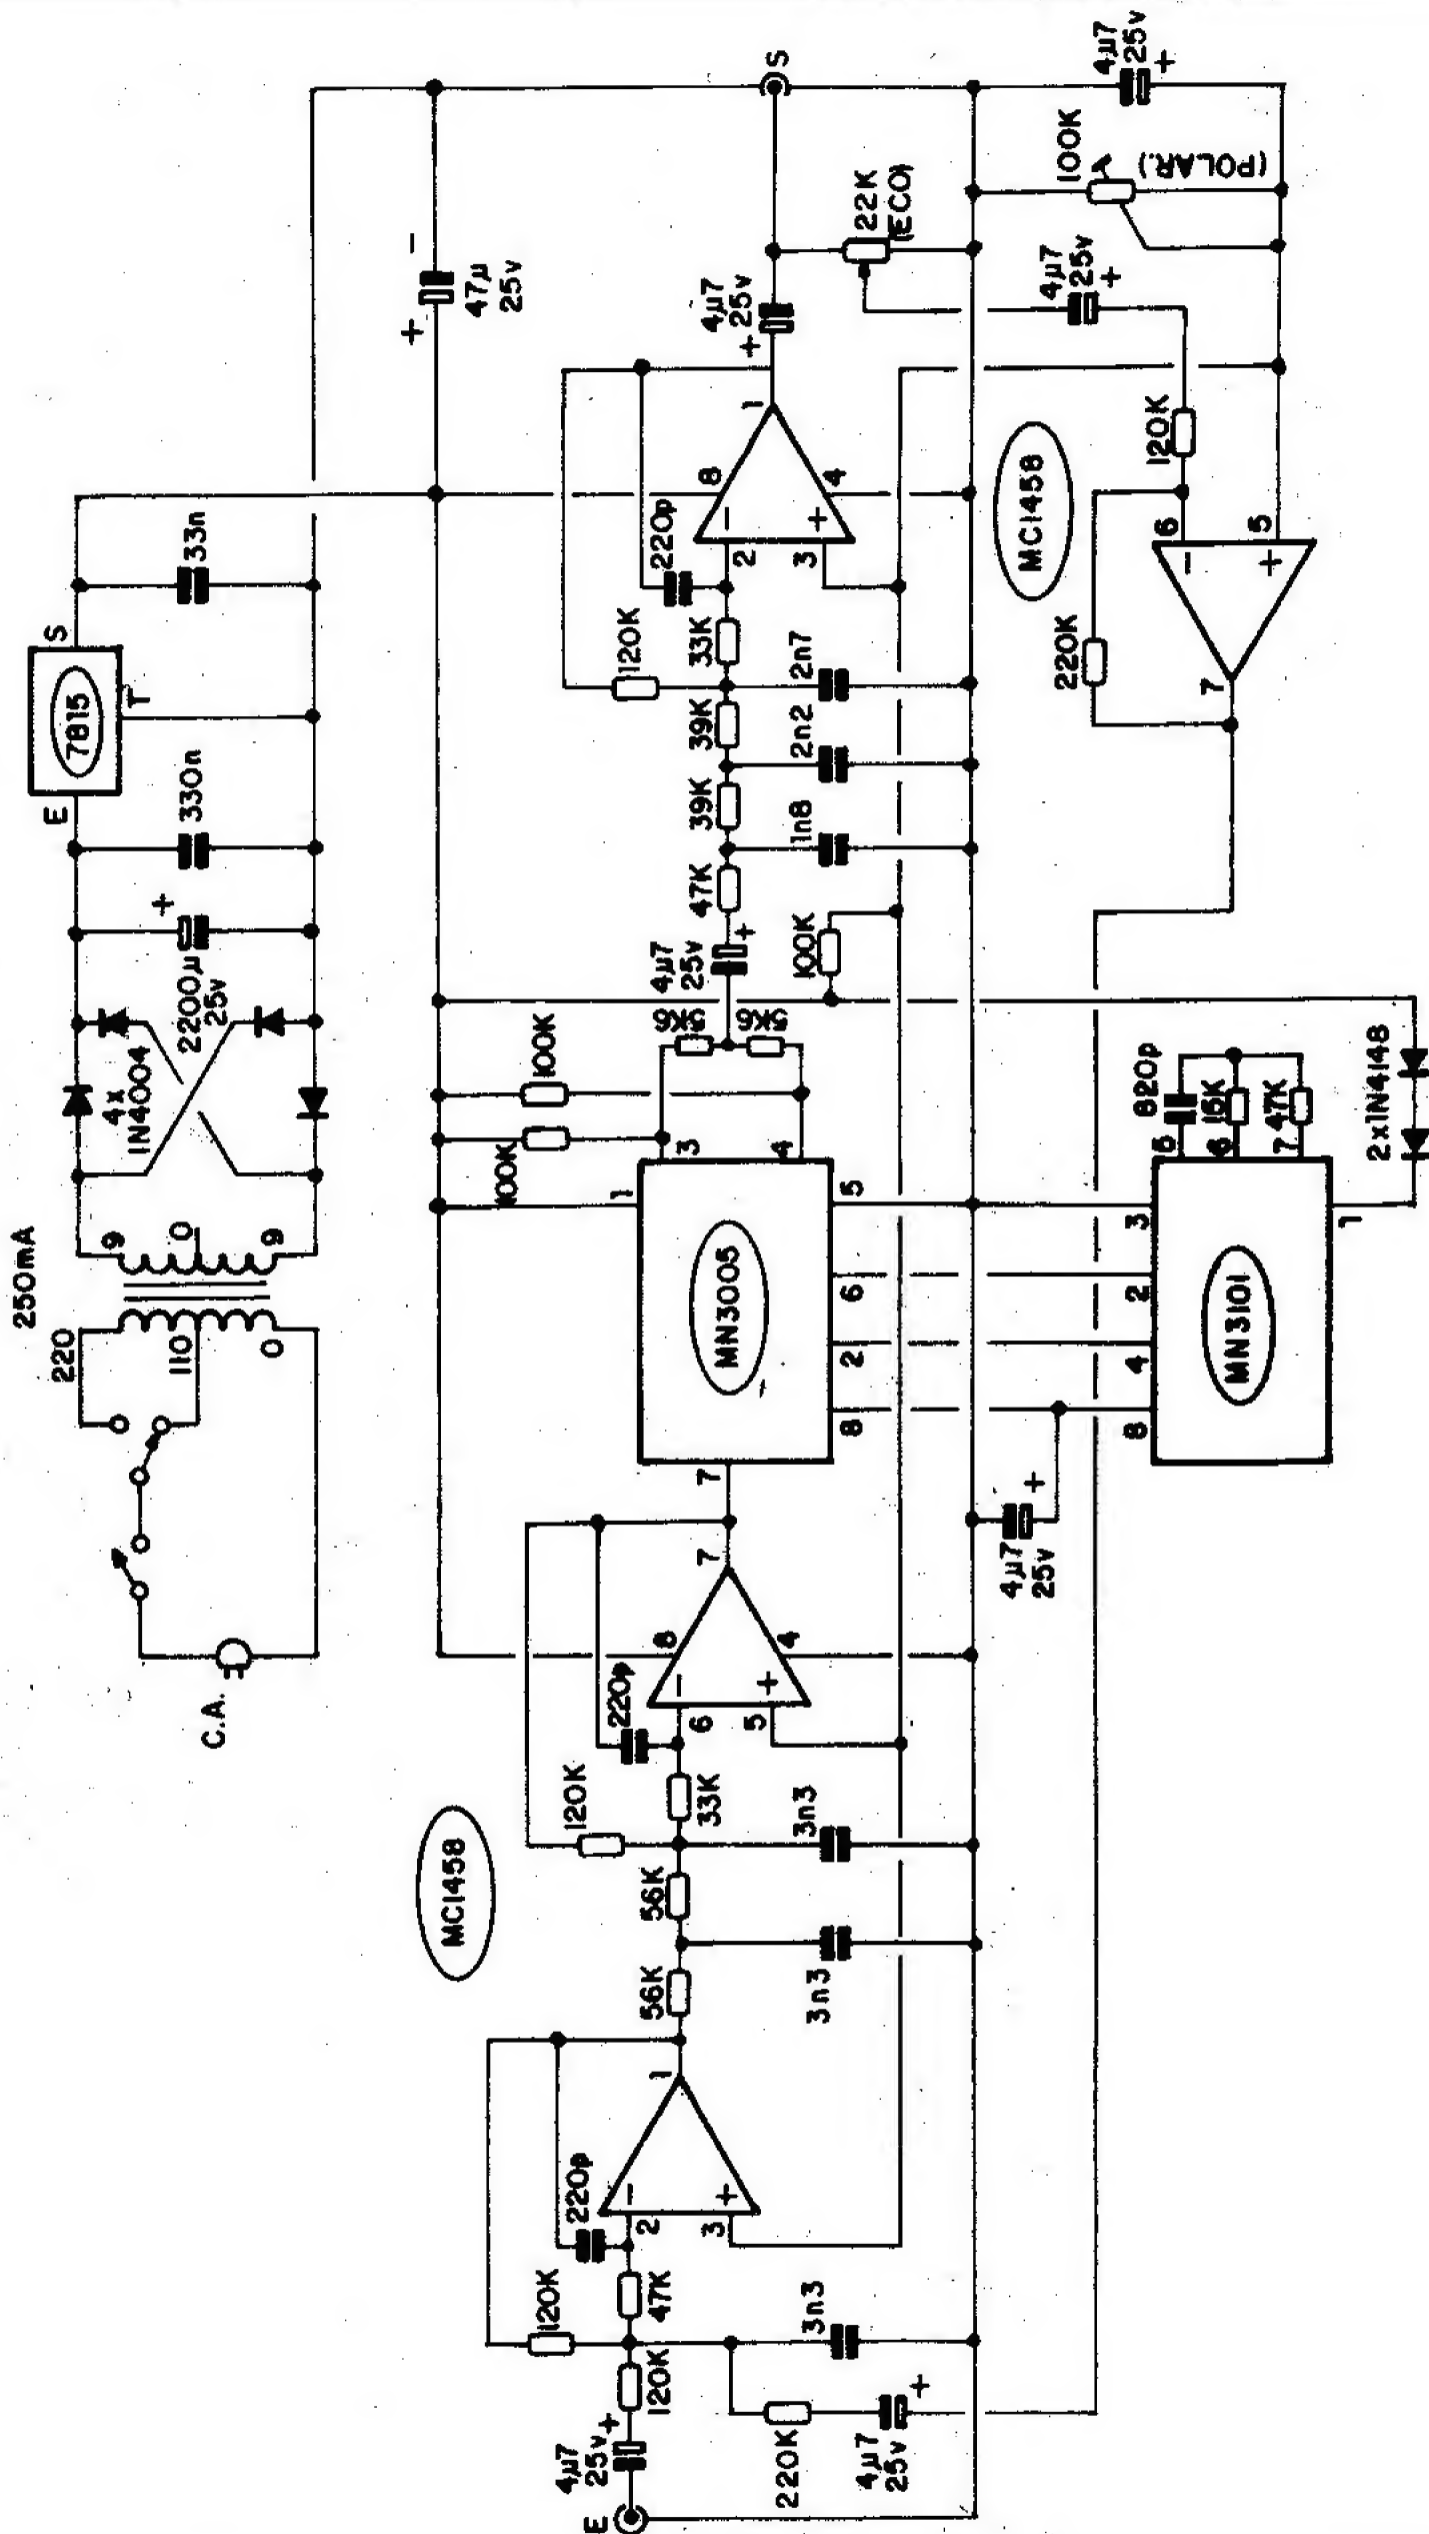

Fig.1
- FIG. 1 - O CIRCUITO - No "coração" do circuito temos o Integrado BBD MN3005, contendo nada menos que 4096 estágios ou "baldes", conseqüentemente proporcionando retardos de sinal até 4 vezes maiores do que o MN3207 (com apenas 1024 estágios) utilizado na versão anterior (A.P.E. nº 23). Para o "deslocamento" dos "pacotes de carga" em que o sinal é "fatiado" num BBD, este precisa do conveniente sinal de clock, responsável pelo próprio tempo final de delay... Esse clock, além de muito bem definido, deve ser fornecido sob duas polarizações opostas - em contrafase - de modo a otimizar o funcionamento da linha de "baldes". Para tanto, o MN3005 conta com um "companheiro", também específico, desenvolvido pelo fabricante exatamente para trabalhar em conjunto com o dito cujo BBD: o Integrado MN3101 (que, além disso, contém internamente um determinador da Tensão especial requerida por um dos terminais de polarização do BBD). O MN3101, então, com o auxílio dos resistores de 15K e 47K, mais o capacitor de 820p (anexos aos seus pinos 6-7-5...), gera a necessária Frequência de clock para o MN3005, e lhe fornece, com o auxílio dos dois diodos 1N4148 "seriados" (ao pino 1) a conve-